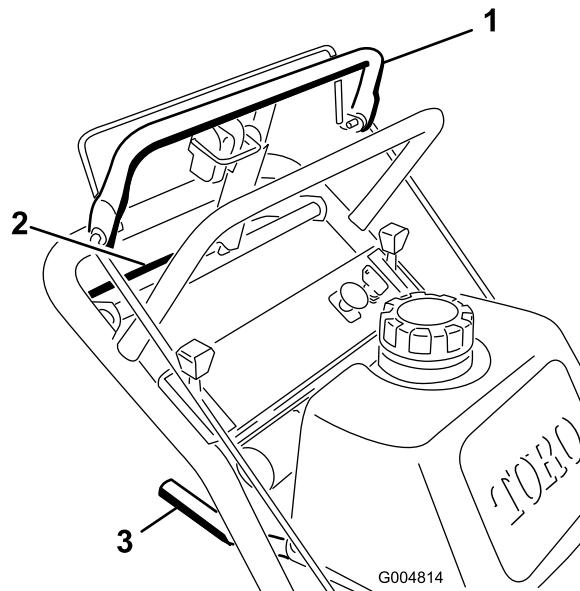
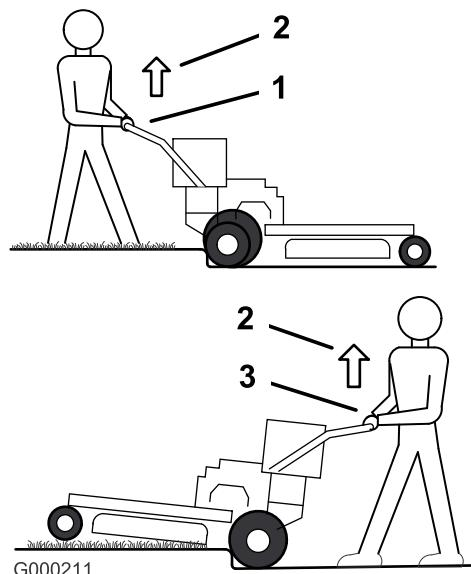

Figura 10
Figura 11
1. Para ir hacia adelante, mueva la palanca de cambio a una marcha hacia adelante (Figura 10).
3. Presione lentamente la barra de control superior para ir hacia adelante (Figura 10).
Para ir en línea recta, aplique la misma presión a ambos extremos de la barra de control superior (Figura 10).
Para girar, libere la barra de control superior en el sentido en que desea girar (Figura 10).
3. Apriete lentamente la barra de control inferior y el manillar para ir hacia atrás (Figura 10).
3. Haga avanzar la máquina hasta que las ruedas giratorias toquen el bordillo (Figura 11).
4. Levante la parte delantera de la máquina empujando hacia abajo en el manillar (Figura 11).
5. Haga avanzar la máquina hasta que las ruedas de tracción toquen el bordillo (Figura 11).
6. Baje la parte delantera de la máquina (Figura 11).
7. Al mismo tiempo, engrane la barra de control inferior y levante el manillar para pasar el bordillo (Figura 10 y Figura 11).
3. Haga retroceder la máquina hasta que las ruedas de tracción toquen el bordillo (Figura 11).
4. Al mismo tiempo, engrane la barra de control inferior y levante el manillar para pasar el bordillo (Figura 10 y Figura 11).